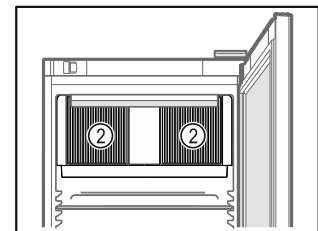

Fig. 50
- ❑ Не закрывайте вентиляционную щель Fig. 50 (2) вентилятора циркуляционного воздуха во внутренней камере.